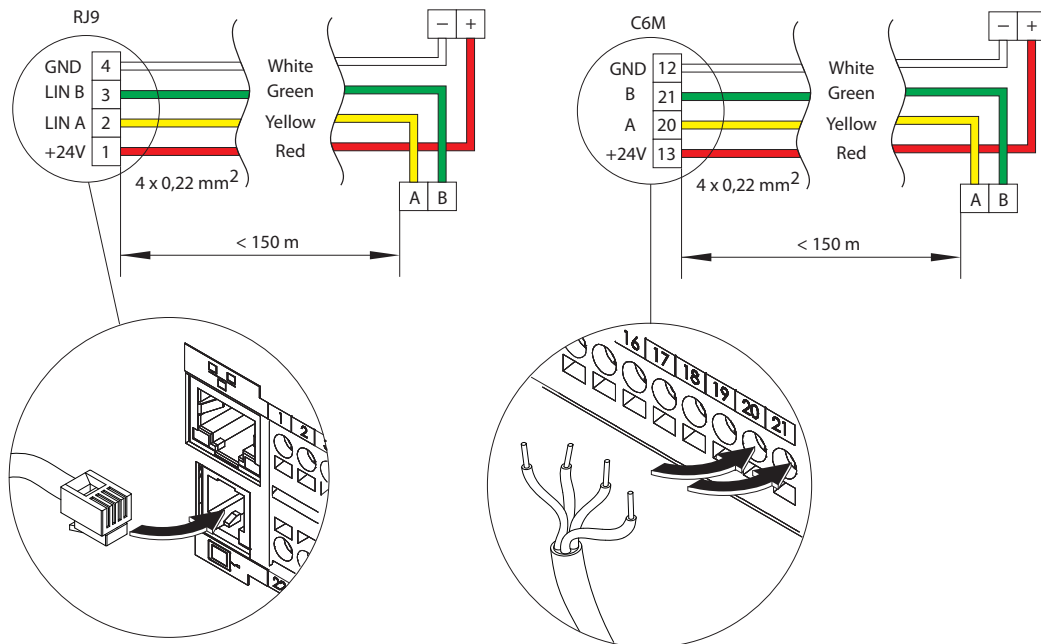

Abb. 16. Anschlussplan für das Bedienfeld
- **DX (15–16)** – Steuersignal für externen Direktverdampfer (DX) Kühler/Heizer.
- Bedienfeld (siehe Abb. 16).